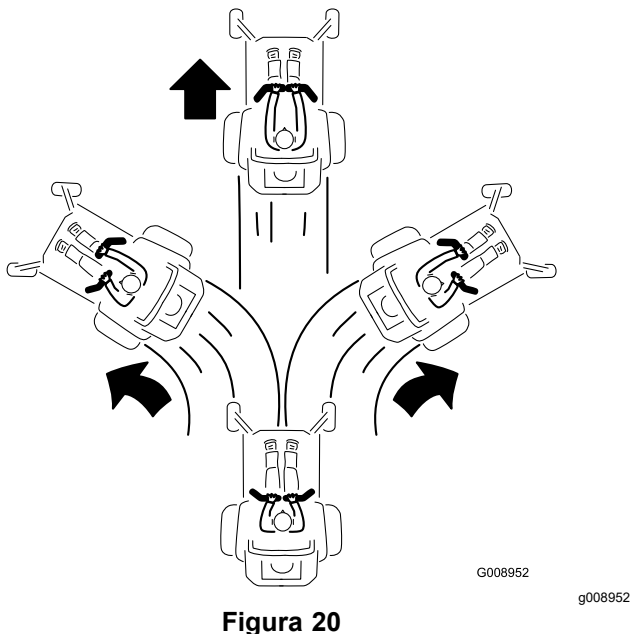

Figura 20
2. Para ir hacia adelante, empuje lentamente las palancas de control de movimiento hacia adelante (Figura 20).